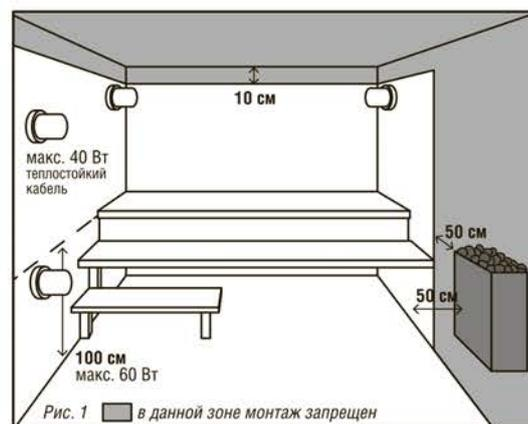

Рис. 1  $\square$  в данной зоне монтаж запрещен
- Выберите место для установки светильника согласно рис. 1. Необходимо учесть ограничения по зонам установки светильника в помещениях с температурой выше 50°C. При установке на высоте до 1 метра от пола, светильник может комплектоваться лампой 60 Вт. При установке на высоте более 1 метра от пола светильник нужно комплектовать лампой мощностью не более 40 Вт.